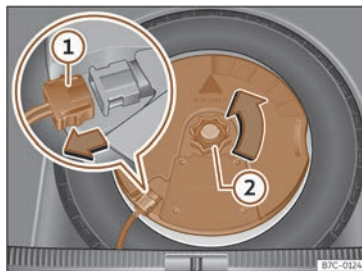

**Fig. 212** Dans le coffre à bagages : démonter le subwoofer.
- Déconnectez le câble du haut-parleur subwoofer»» **fig. 212** ①.
- Dévissez la molette de fixation en la tournant dans le sens inverse des aiguilles d'une montre»» **fig. 212** ②.